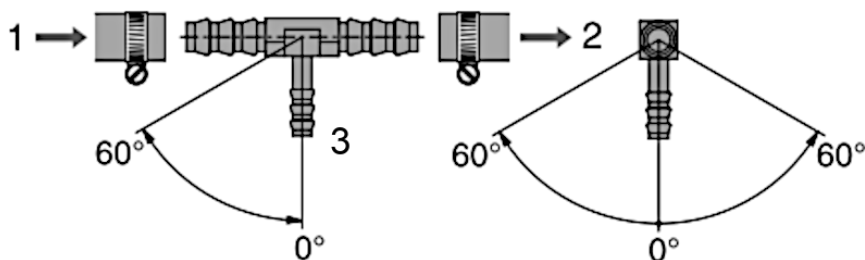

Fig. 36
- ☐ Trennen Sie die Kraftstoffleitung des Fahrzeuges und fügen Sie die beiden dickeren Öffnungen des T-Abzweiges in die beiden entstandenen Enden Fig. 36 (1) (2) der Kraftstoffleitung ein.
- ☐ Verbinden Sie danach die Brennstoffleitung des Heizgerätes mit Hilfe einer Gummimuffe mit dem noch nicht belegten dünnen Abgang Fig. 36 (3) des T-Abzweiges.